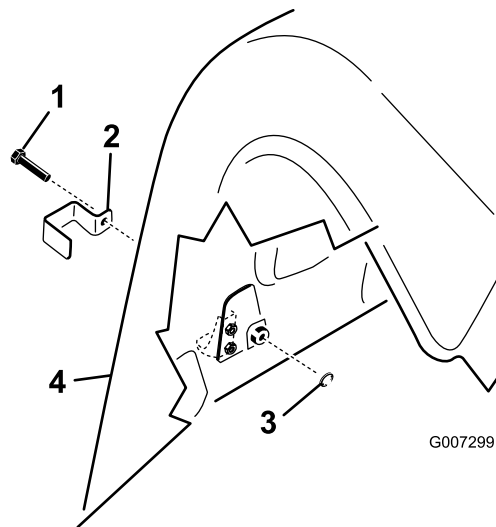

Рисунок 18
1. На модели ProCore 864 установите стопорный кронштейн над левой и правой защелками задних нижнего и верхнего кожухов, используя самонарезающиеся болты (всего 4 шт.); см. (Рисунок 18).
2. На модели ProCore 1298 установите стопорный кронштейн над всеми защелками заднего нижнего кожуха и наружной защелкой верхнего кожуха, на правой и левой задних крышках, используя самонарезающиеся болты (по 3 шт. на каждый аэрационный вал, всего 6 шт.); см. (Рисунок 18).
для фиксации болта (Рисунок 18).